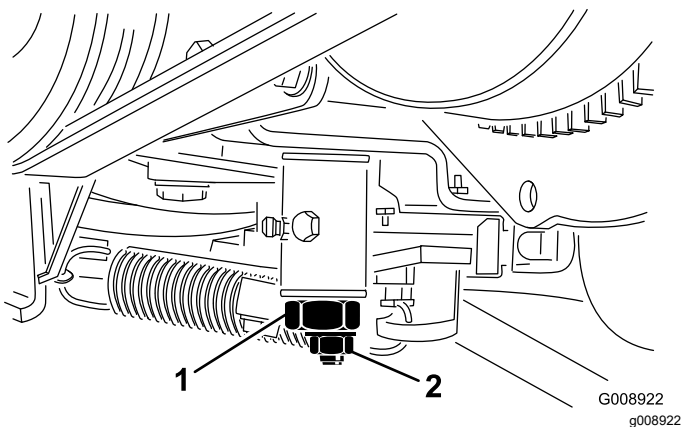

Figure 55
4. Desserrez le contre-écrou de la came de réglage de transmission (Figure 55).